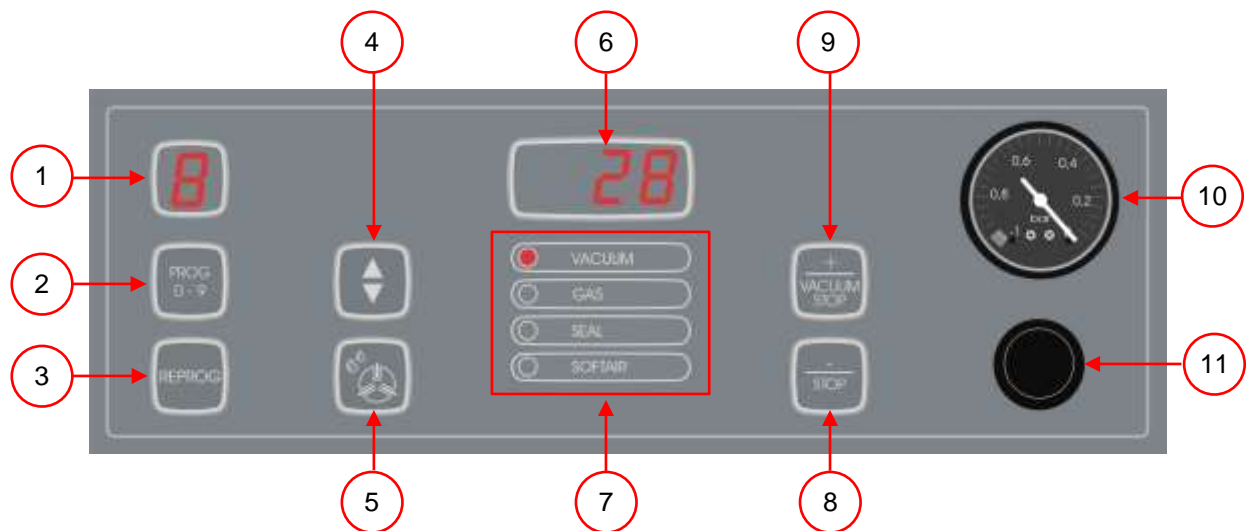

Abbildung 10: Ändern von Parametern (MPDC)
- Wenn Vakuum+ Zeit in einem Programm eingestellt ist, erscheint auf das Display (Abbildung 10:6) ein roter Punkt unten rechts